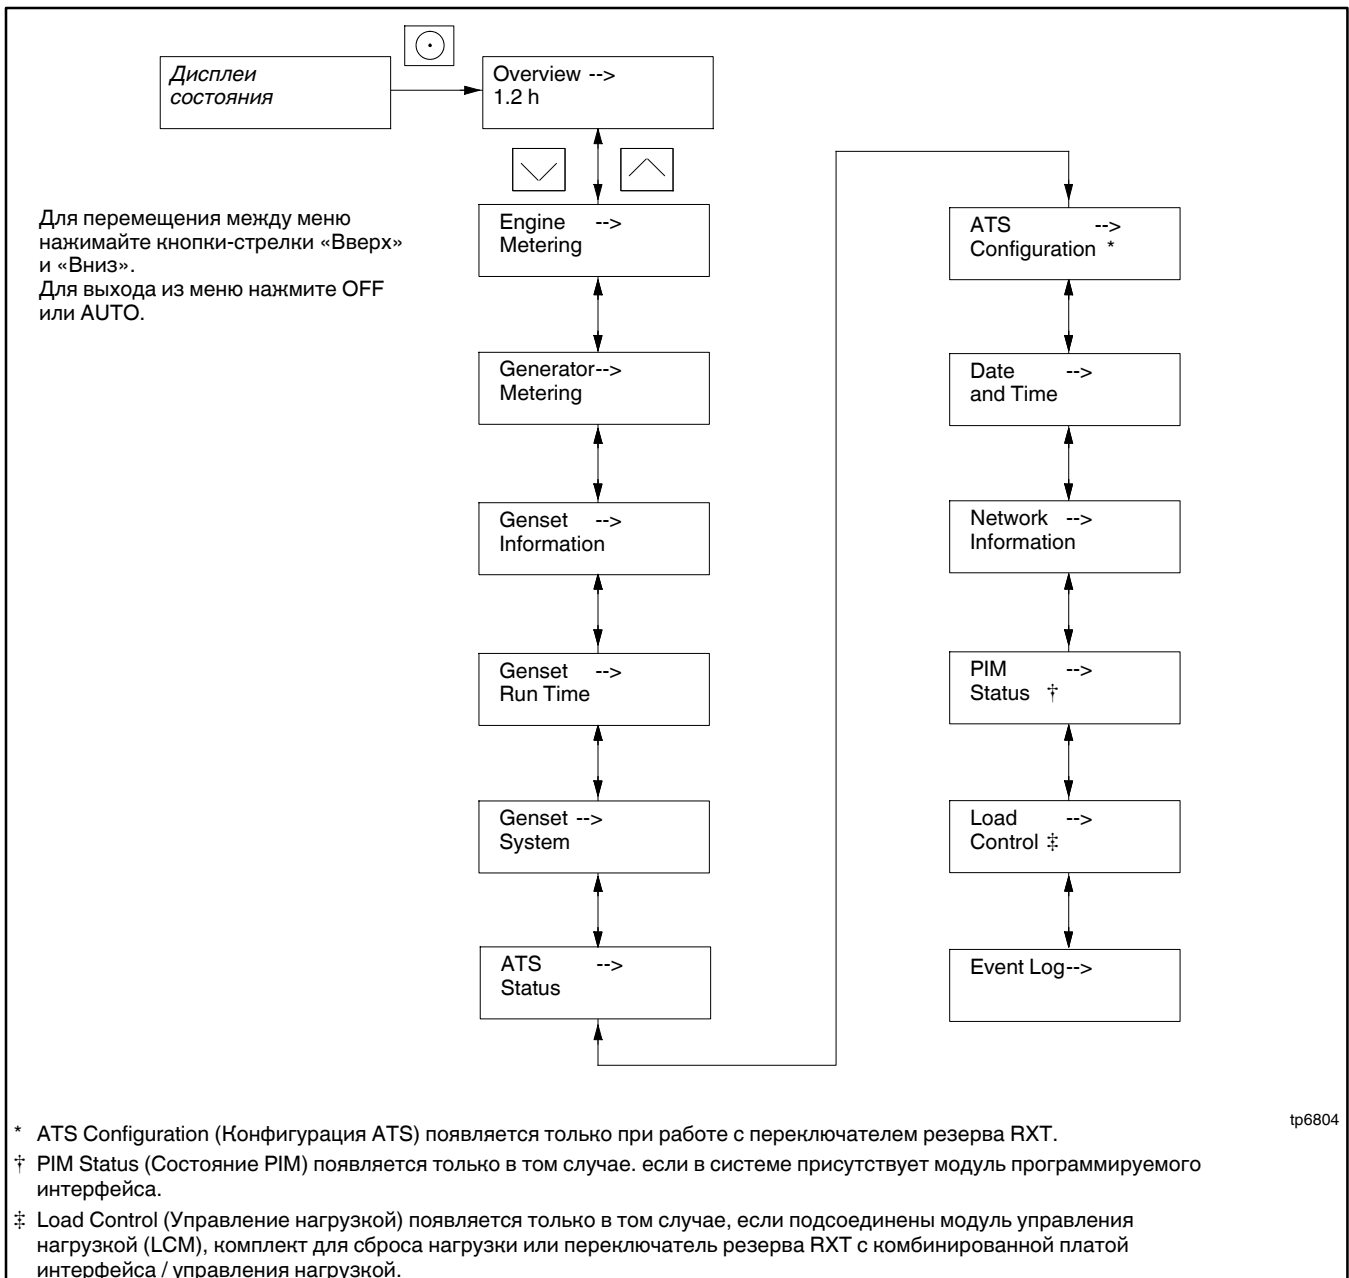

Рис. 3-9 Главное меню RDC2
2. Нажимайте кнопку-стрелку «Вниз», пока не появится нужное меню. В данном примере используется меню Genset System (Система генераторной установки). См. Рис. 3-9.
2. Нажимайте кнопку-стрелку «Вниз», пока не появится нужное меню. См. Рис. 3-9. В этом примере настраиваются Date and Time (дата и время).
2. Нажмите кнопку «Выбрать», чтобы войти в главное меню. См. Рис. 3-9.
Чтобы вызвать главное меню, один раз нажмите кнопку «Выбрать». Появится Overview (Обзор). См. Рис. 3-9. Для перехода к следующему меню, Engine Metering (Измерение параметров двигателя), нажмите кнопку «Вниз». Перемещайтесь по меню, приведенному на Рис. 3-9, при помощи кнопок-стрелок «Вверх» и «Вниз».